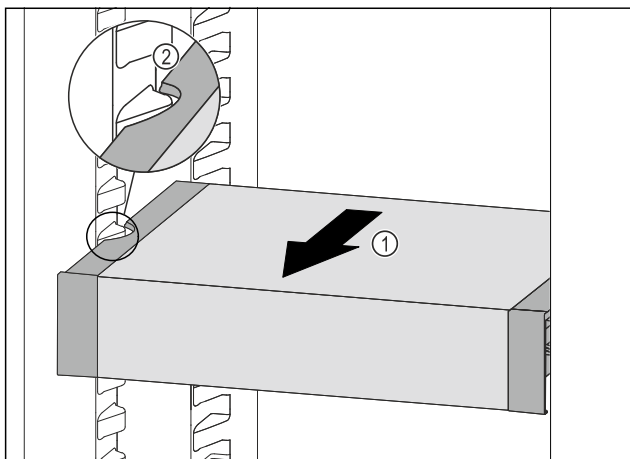

Fig. 97
- ▶ Træk VarioSafe fremefter Fig. 97 (1), indtil udsparringerne i siden på VarioSafe er på niveau med beholderribben i kølesektionen. Fig. 97 (2)